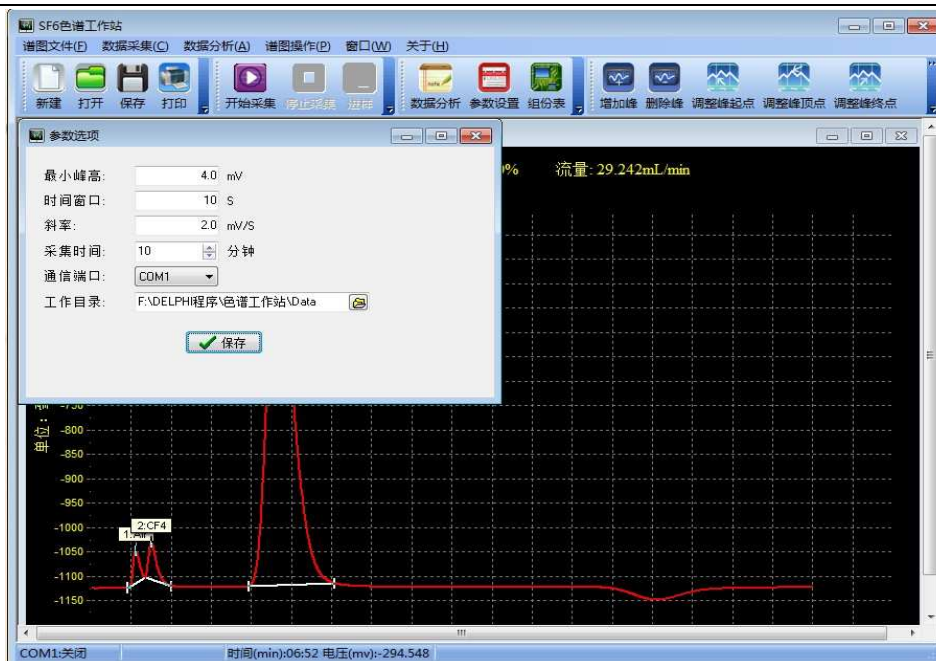

图 7-15 参数设置
(2)点击【参数设置】，会出现如图 7-15 的界面，即会弹出参数选项的设置窗口。用户可以根据自己的需求对参数进行设置。